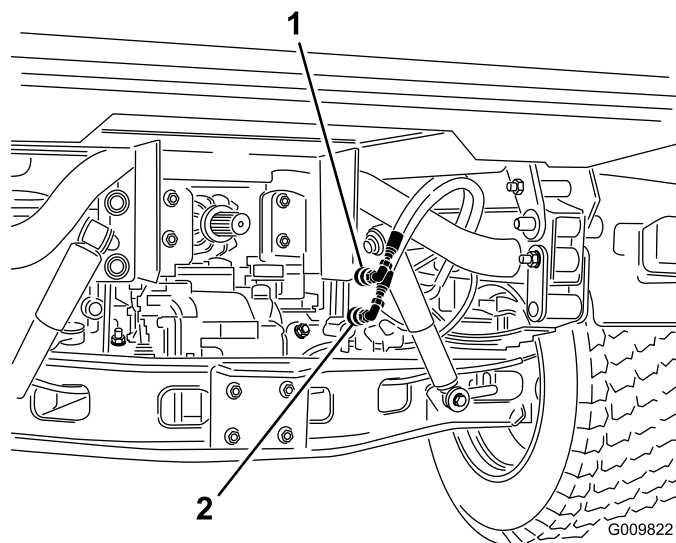

図 71
2. それぞれの車両で、クイックカップラ・ホース (2本) を、カップラブラケットのホースから外す (図 71)。